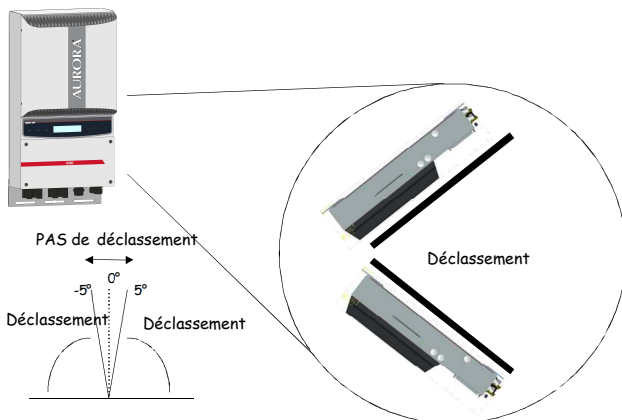

Fig. 6 - Montage incliné
**REMARQUE :** Même si un montage incliné est possible (voir la Fig. 6), veuillez noter que cela peut réduire les performances (déclassement) du système du fait d'une réduction de la dissipation thermique.